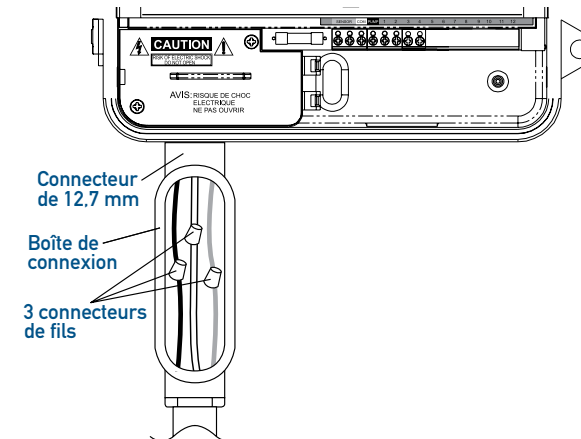

Figure 15: Utilisation d'une boîte de connexion
- Branchez la boîte de connexion et le connecteur de 19,5 mm (3/4 po) à la minuterie; (la boîte de connexion et le connecteur ne sont pas inclus). [Voir figure 15]